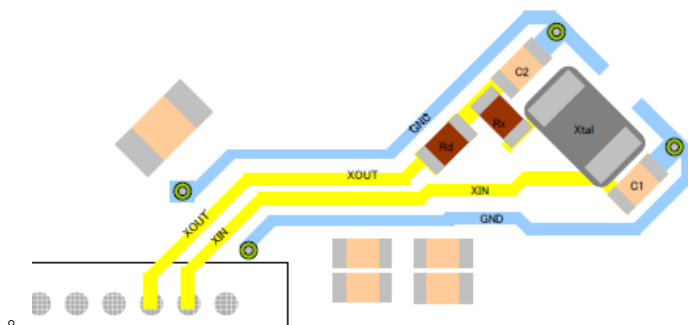

图5-18
32. 768KHz晶体包地处理，第二层参考地平面，尽量不要走其它数据线以免对时钟造成干扰，如图5-18。